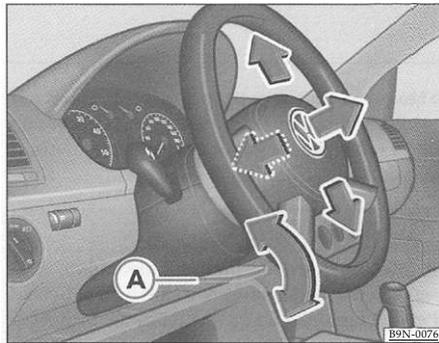

Fig. 87 Ajuste da posição do volante
- Empurre para baixo a alavanca => fig. 87 ® localizada abaixo da coluna de direção.
- Desloque a alavanca => fig. 87 ® firmemente para cima até o batente, para que a coluna de direção não se desloque involuntariamente com o veículo em movimento =>
- Por razões de segurança, a alavanca => fig. 87 (a) deverá estar sempre corretamente travada - perigo de acidente!